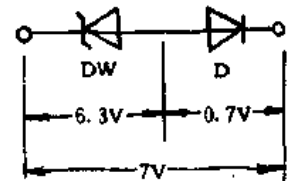

图 6-17 串联硅二极管提高稳定电压值
(2)如果手头的稳压管稳定电压值略比原型号低一些时,可串联一只硅二极管加以提高,如图6-17所示,原型号是一只7V稳压管,但现只有一只6.3V的稳压管,此时可找一只普通硅整流二极管与稳压管反向串联后接入原电路即可达到要求。